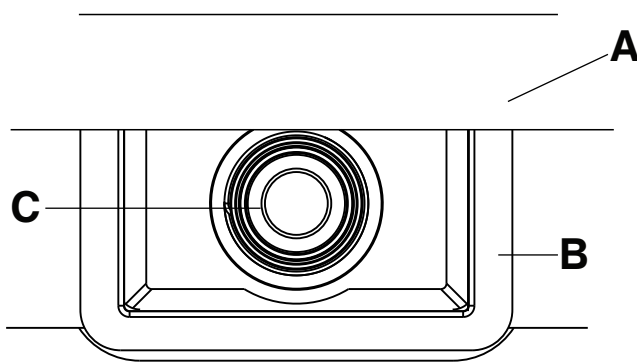

Figure 3 – Fixation pneumatique
1. Tirer le caisson de fixation pneumatique (B) en dehors de la surface de support (A) (Figure 3).